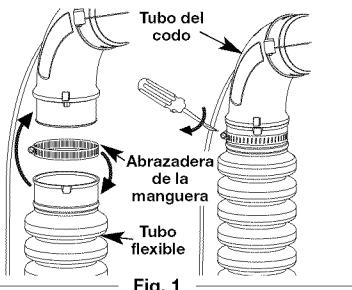

Fig. 1
- Coloque una abrazadera de manguera sobre el extremo del tubo flexible (Fig. 1).
- Deslice el extremo del tubo flexible con la abrazadera colocada sobre la boquilla de la caja de impelente y apriete el tornillo situado en la abrazadera de la manguera. (Fig. 1).